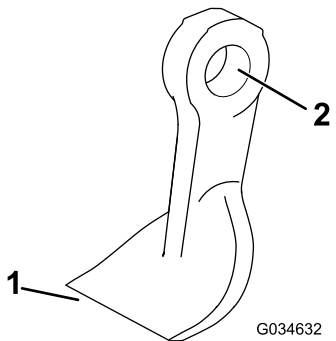

Figura 77
4. Inspeccione cada cuchilla en busca de daños, prestando especial atención a las fijaciones, el filo de corte y el orificio de sujeción (Figura 77). Sustituya cualquier cuchilla o fijación que esté dañada.